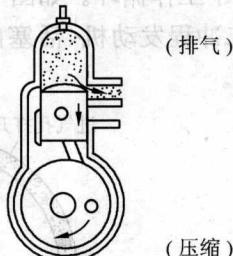

图 1-12 排气
② 活塞再往下移动时,排气孔被打开,高压燃烧气体通过排气孔被排出来。但是,并非所有的燃烧气体都被排出,有部分燃烧气体仍留在活塞的上端。如图 1-12 所示。